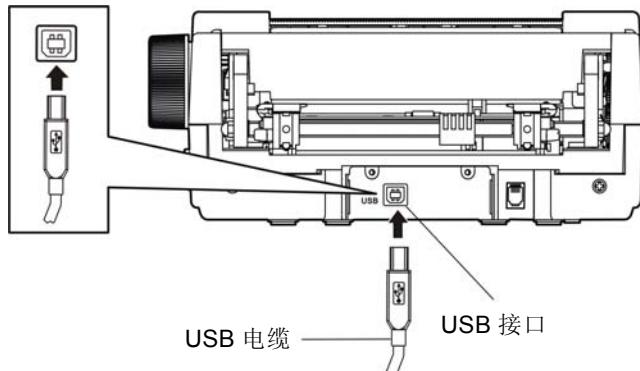

图 1-11 连接 USB 电缆
1. 将 USB 电缆的 A 端插头（扁型）插进计算机的 USB 接口插座中（如图 1-11 所示）。